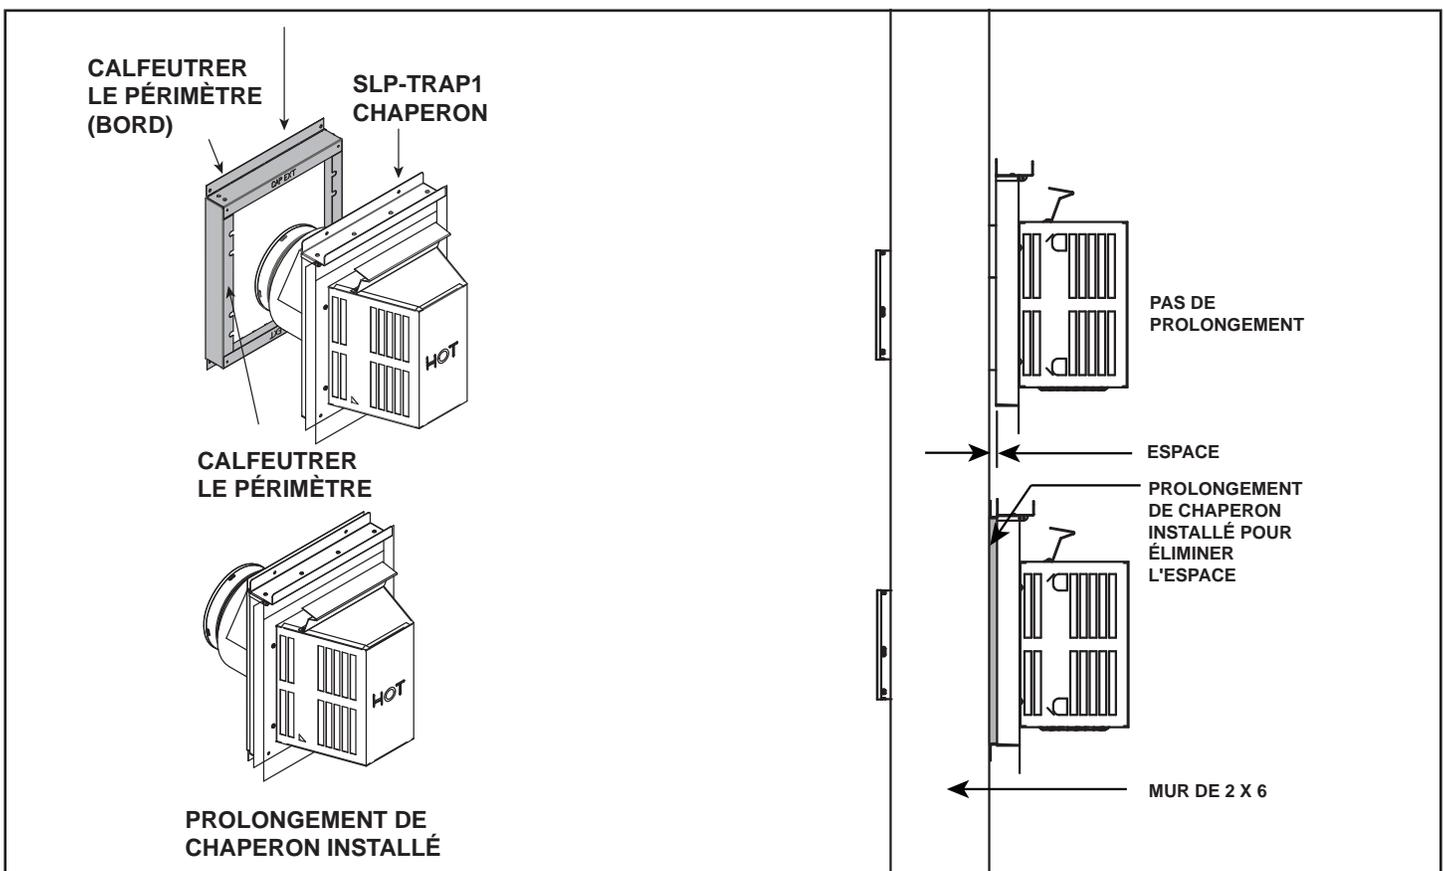

Figure 11.4 Installation du prolongement de chaperon
AVIS! Installez un prolongement de chaperon s'il y a un espace entre le mur et l'arrière de l'extrémité du terminal. Voir la figure 11.4. Un SLP-TRAP1 sera généralement utilisé avec les installations intramurales.
17. Installez un prolongement de chaperon et de trappe d'extrémité s'il existe un espace entre le mur extérieur et l'extrémité du terminal. Pour protéger contre les courants d'air, le prolongement de chaperon devrait être colmatée avec du mastic procurant un degré minimum d'exposition continu de 150 °C (300 °F) pour en sceller les espaces. Voir la figure 11.4.